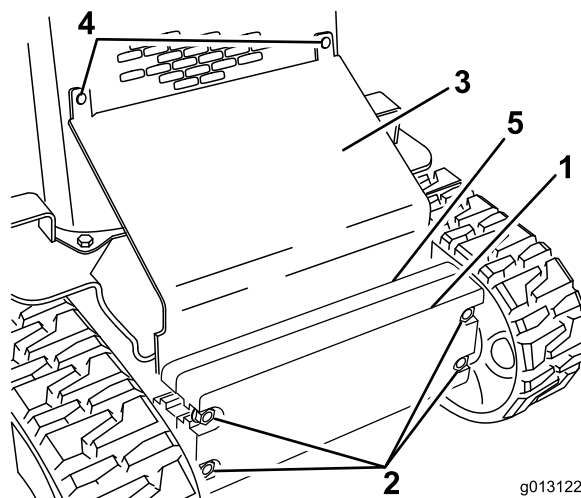

Figura 31
2. Afloje los pernos que fijan los contrapesos (Figura 31).
3. Retire los pernos y las tuercas que fijan la placa inclinada (Figura 31).
10. Deslice la placa inclinada entre el bastidor y los contrapesos, y fíjela a la rejilla delantera con los pernos y las tuercas que retiró anteriormente (Figura 31).
11. Ajuste los pernos que fijan los contrapesos delanteros (Figura 31).